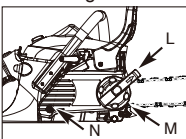

Fig. 3G
12. Låst skruven (N) hårt och följ steg 13 för att justera kedjespänningen.
13. Vrid spänningsringen hårt medurs (M), dra kontrollknappen i pilens riktning (L) för att vrida den hårt medurs och skjut sedan tillbaka kontrollknappen. (Fig. 3G)